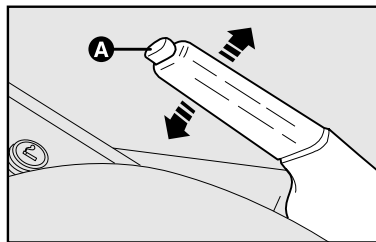

fig. 1
### FREIO DE MÃO fig. 1
- 1) Levantar levemente a alavanca e apertar o botão de desengate **A-fig.1**.